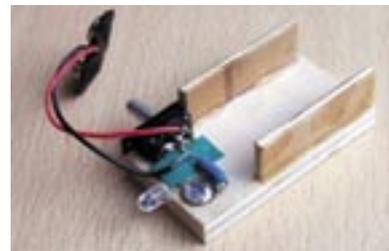
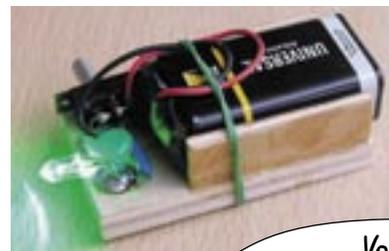

Bild 11: Fertig aufgebaute LED-Leuchte, Teile aber noch nicht mit Kleber fixiert.
Bild 12: Warnleuchte mit superheller grüner Lichtemitterdiode
3. Schritt: Der schwarze Batterieanschluss ist an den zweiten Anschluss des Widerstandes zu löten. Damit es keinen Kurzschluss gibt, klemmen wir ein Stück Isolierstreifen zwischen die darunter liegende Reißzwecke und den Widerstandsanschluss. Bevor wir das Ganze mit Heißkleber fixieren, sollte alles noch einmal kontrolliert werden. Alles muss genauso aussehen wie im **Bild 11**. Nun schließen wir die Batterie für eine Funktionsprobe an. Leuchtet die LED, wie es **Bild 12** zeigt, haben wir alles richtig gemacht und es kann mit Kleber fixiert werden.